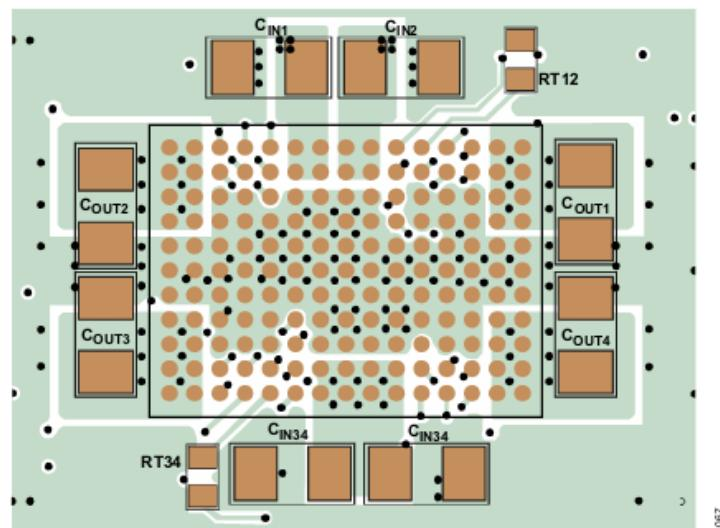

図 67. 推奨外部部品、GND プレーン、サーマル・ビアを示したレイアウト
PCB レイアウトの設計に関する問題のほとんどは、LTM8060F の高レベルの集積によって緩和もしくは除去されています。しかしながら、LTM8060F はスイッチング電源であり、EMI を最小化し適切な動作を確保するための注意が必要です。集積レベルが高いとはいえ、レイアウトが無計画であったり粗雑であったりすると、仕様規定された動作を実現できない可能性があります。推奨レイアウトについては図 67 を参照してください。グラウンドディングやヒート・シンクは確実に許容可能なものにしてください。
6. ピアを使用して GND 銅領域を基板の内部グランド・プレーンに接続します。このような GND ピアを多数配置することにより、PCB 内層プレーンとのグラウンド接続および熱経路を良好なものにできます。図 67 のサーマル・ピアの位置と密度に注意を払ってください。LTM8060F は、電力処理を行う内蔵部品の近くにピアがあるため、その場所の内部 GND プレーンに接続されたピアによるヒート・シンクのメリットを生かすことができます。サーマル・ピアの最適な数は PCB の設計に依存します。例えば、非常に小さいピア・ホールを使用する基板もあります。その場合、大きなホールを使用する基板よりも多くのサーマル・ピアを使用する必要があります。